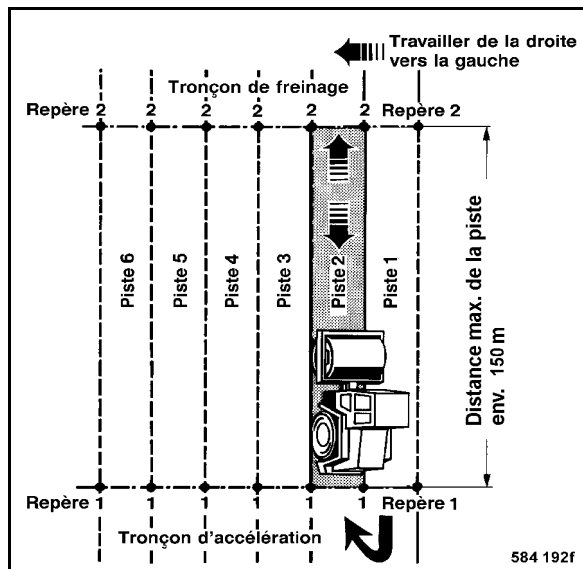

Fig. 101
- Répéter la procédure de compactage complète d'enregistrement des données sur la piste suivante (Fig. 101).